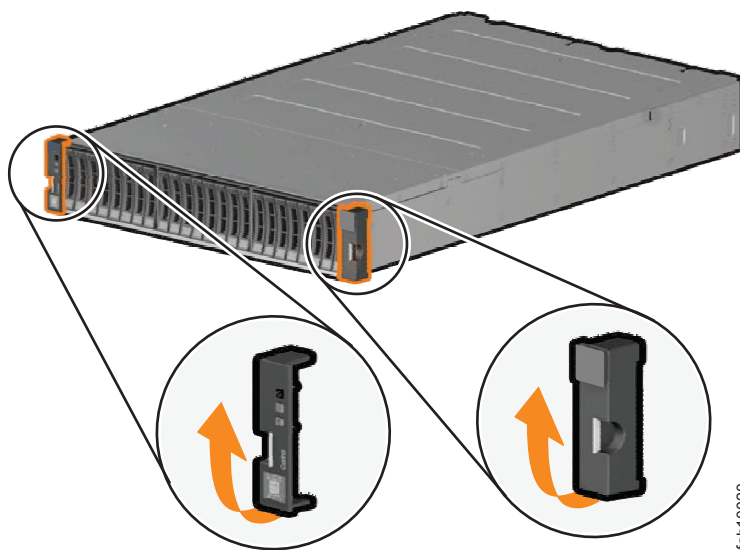

Figure 40. Extraction des caches du boîtier
1. De chaque côté des unités, retirez les caches du boîtier en saisissant la poignée et en tirant sur la partie inférieure du cache, puis en libérant le cache du haut du boîtier. (Voir figure 40.)